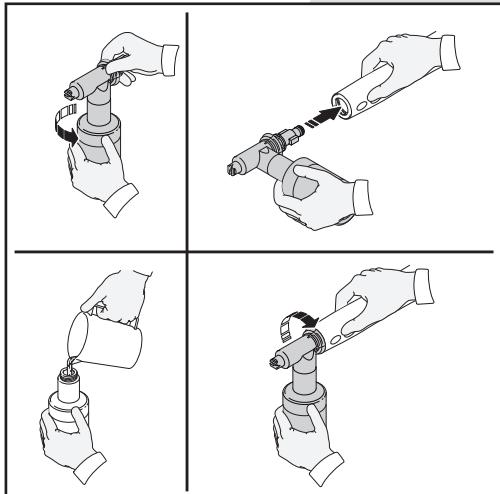
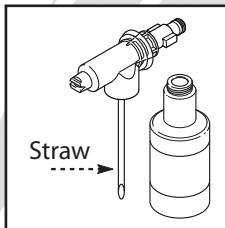

Fig. 8
Fig. 9
- En utilisant la bouteille détergente, le remplir avec un détergent ou un nettoyeur convenablement formulé avec la proportion d'eau selon les instructions sur le récipient (la fig. 8). La bouteille détergente est fourni avec une paille qui est ajusté dans le sommet de vis-sur. Si vous ne voyez pas la paille, le regard dans la bouteille et l'attache au sommet de vis-sur (la fig. 9).